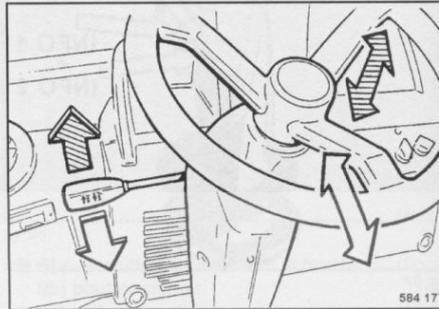

fig. 102
- Tirer le levier (fig. 102) vers le haut et régler le volant à la hauteur désirée.